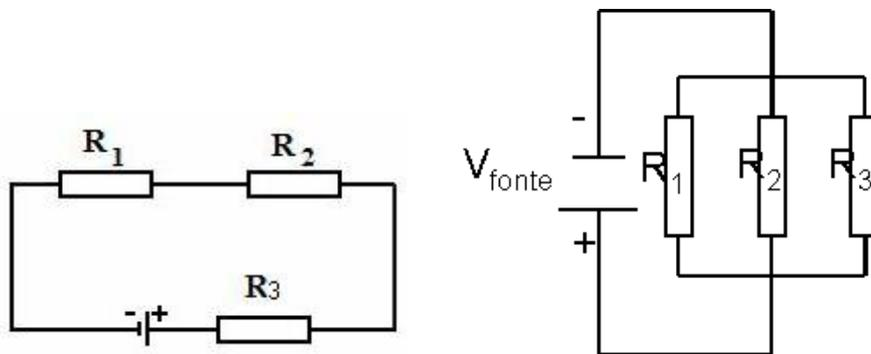
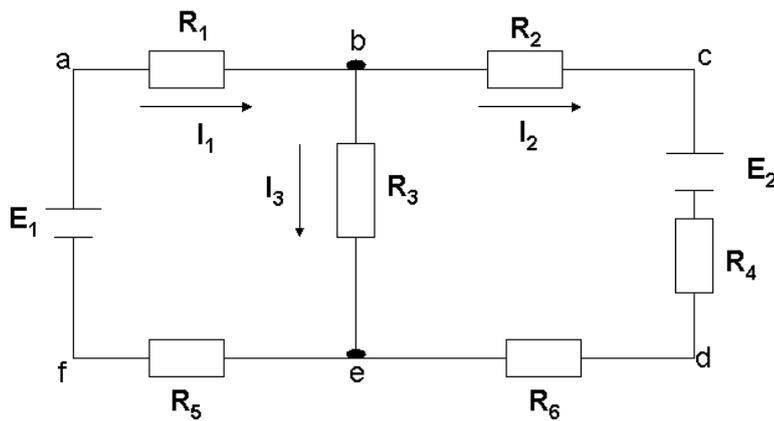

Figura 4.1.: Ilustração da montagem do experimento para associação em série e em paralelo.
Figura 5.1
- 1.1 Monte o circuito mostrado na figura 4.1 para a associação em série usando a placa para circuitos. Determine os valores nominais das resistências.
Tomando como exemplo o circuito apresentado na figura 5.1, note que o mesmo é constituído por três malhas, **abcdefa** (malha externa), **abefa** e **bcdeb** (malhas internas). O ponto **b** é um nó que interliga entre si os resistores R_1 , R_2 e R_3 . O nó **e**, por sua vez, interliga os resistores R_3 , R_5 e R_6 . Note também que o circuito da figura 4.1 possui três ramos, compreendido entre os nós **b** e **e**; o ramo a direita (composto pelos elementos R_2 , E_2 , R_4 e R_6); o ramo central (composto pelo elemento R_3); e o ramo à esquerda (composto pelos elementos R_1 , E_1 e R_5).
Considere a malha **abefa** do circuito apresentado na figura 5.1. Para esta malha, partindo-se do ponto **a** e percorrendo-se a mesma no sentido horário, tem-se:
Agora, considere o nó **b** do circuito apresentado na figura 5.1. Observando o sentido das correntes que chegam e saem deste nó, tem-se: